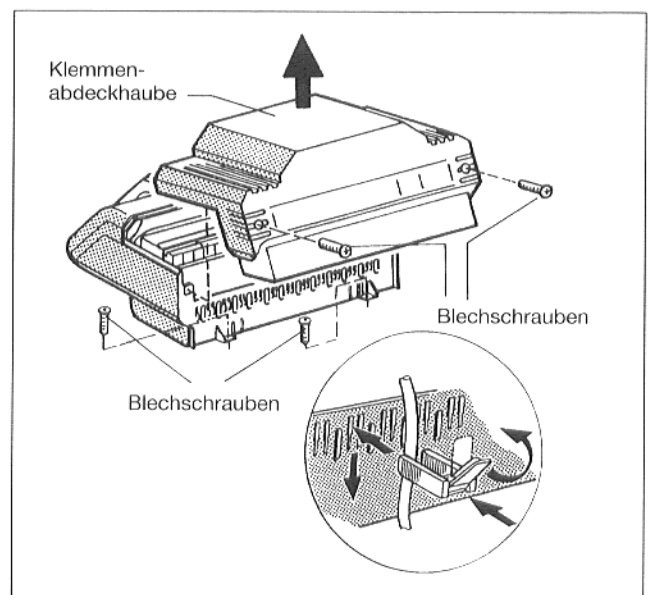

Abb. 20
- Die beiden Blechschrauben aus der Klemmenabdeckhaube herausdrehen und Haube abnehmen (Abb. 20)
- Sockel des Regelgerätes hinten rechts und links mit 2 Blechschrauben auf der vorderen Kesselhaube anschrauben (Abb. 20).
- Alle Leitungen mit Kabelschellen sichern: Kabelschelle mit eingelegter Leitung von oben in die Schlitz des Schellenrahmens einsetzen; der Steg des Hebels muß dabei nach oben zeigen. Kabelschelle herunterschieben und gegendrücken. Hebel nach oben umlegen (Abb. 20)
- Klemmenabdeckhaube aufsetzen und mit 2 Blechschrauben verschrauben (Abb. 20).